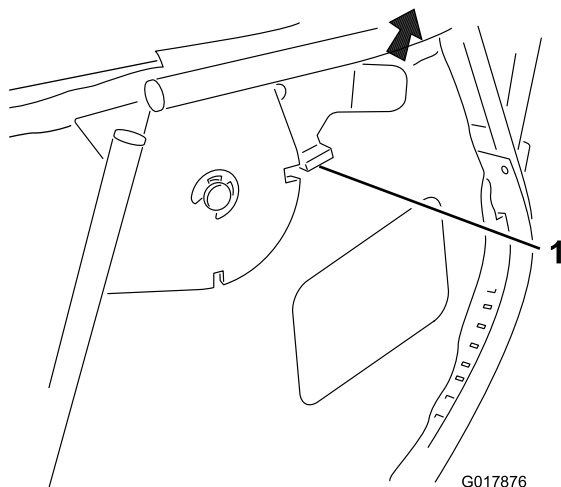

Figura 16
1. Sganciate il fermo di chiusura (Figura 16).